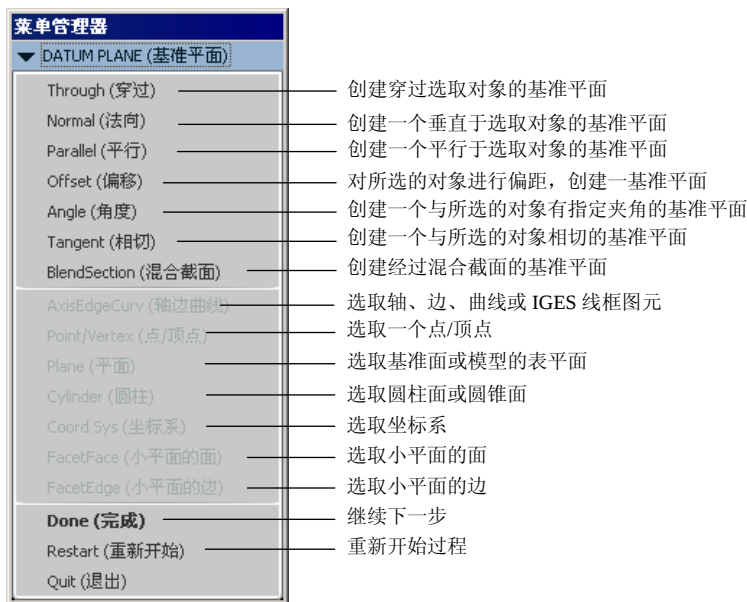

图 10.7.6 “基准平面”菜单
- 说明：如果没有现成的平面可选择，可单击“基准”对话框中的“定义选项组中的  按钮，此时系统弹出图 10.7.6 所示的菜单管理器，利用该菜单管理器可以定义所需要的基准平面。
- (3) 在“基准”对话框的 **类型** 选项组中单击  按钮。
- (4) 在“基准”对话框的 **放置** 选项组中选择  在基准上 单选按钮。
- (5) 在“基准”对话框中单击  按钮。